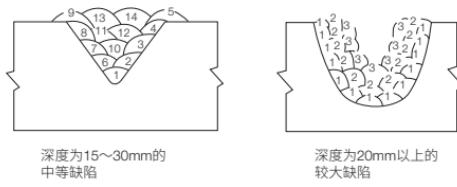

图3 隔离层堆焊法
- ①根据母材大小不同，预热温度参照表1。
- ②为防止过热，减少变形以及防止出现裂纹，每次的焊道长度应小于50mm，尽量采用线状焊道施焊。
- ③为减少焊接的收缩应力，必须进行锤击。每一焊道焊完后请立即锤击，直至焊道的波纹消失为止。
- ④较小的研钵状坡口，从底部旋涡状向上堆焊（图2）。长焊道时，为防止裂纹，宜采用后退法、跳焊法、对称法（表2）。坡口深的时候，适合隔离层堆焊法（图3）。